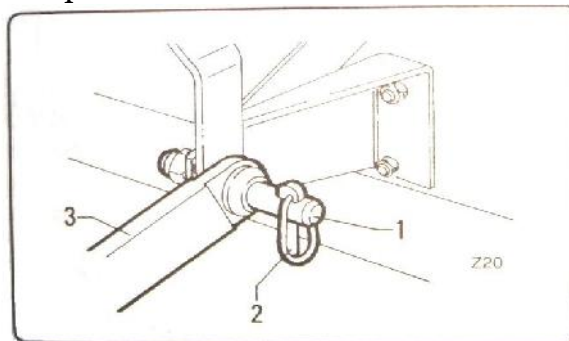

fig. 4.2.1
- - Bloquer les avec des épingles sur "2" Fig. 4.2.1.